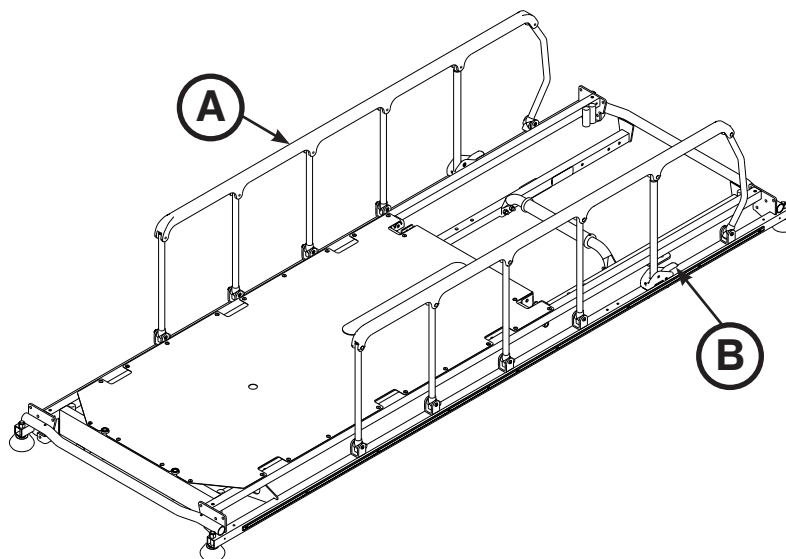

Abbildung 4: Seitenbügel
Seitenbügel (A) hochziehen und in die vollständig angehobene Position verbringen, bis die Verriegelung (B) einrastet (siehe Abbildung 4).
Verriegelung (B) anziehen und den **Seitenbügel vollständig in die untere Position verbringen** (siehe Abbildung 4). Zur einfachen Identifizierung sind die Verriegelungen (B) gelb eingefärbt.